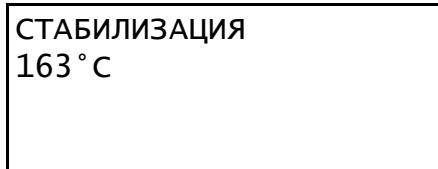

Рисунок 24 – Стабилизация 163°C
5.4.8 Ожидать, пока не наступит стабилизация температуры 163 °C (см. рисунок 24).